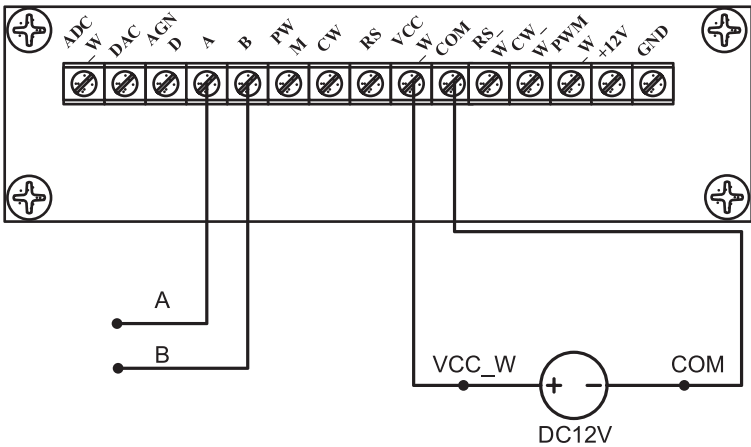
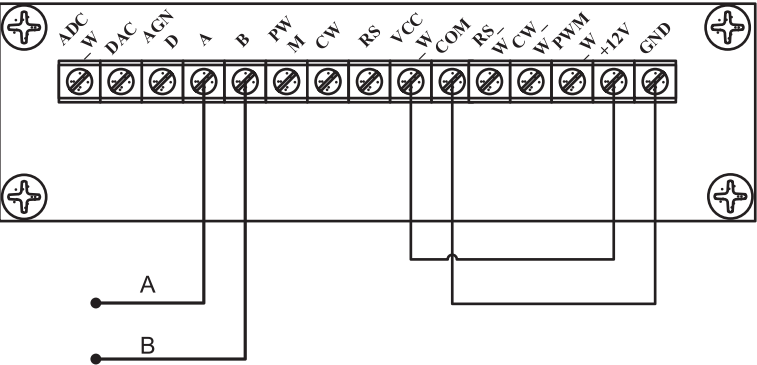

图18 通讯外部12V电源接线图
图19 通讯内部12V电源接线图
- 在切断电源状态下，参照图18或图19，进行接线。然后将DB15接口连接到泵的背部接口上。